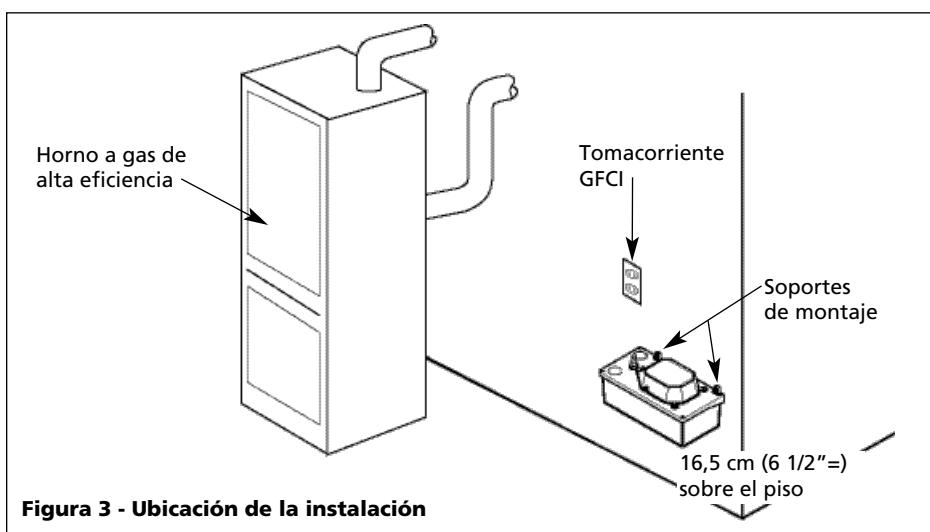

Figura 3 - Ubicación de la instalación
- La bomba se puede instalar en la pared o en un costado del aparato usando los dos soportes de montaje. Consulte la Figura 3.